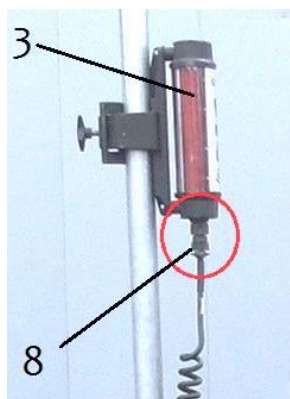

Рисунок 16
- Соединительный кабель (7), подключенный к блоку управления в сервисном отсеке устройства LEVELKING LK (рисунок 16 + 17) вставляется в пульт управления с джойстиком (5) (рисунок 14).
Чтобы установить электропитание (12 В) между лазерными датчиками (3) и блоком управления LEVELKING LK, два соединительных кабеля (8) должны быть вставлены (вкручены) в два лазерных приемника (3), а также в имеющиеся соединительные штекеры (9) на LEVELKING LK (рис. 16+17).